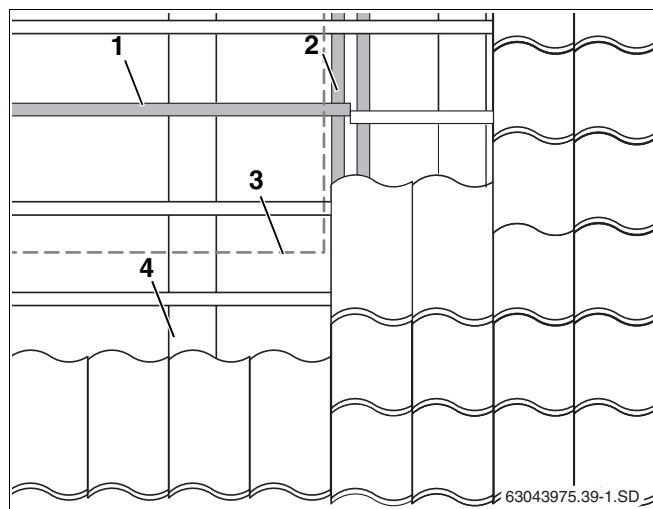

Fig. 13 Desplazamiento de listones de tejado en el área del campo de colectores
- Fije las juntas de los listones en los cabrios o realice una unión adecuada de las mismas, p. ej. asegurándolas mediante los listones existentes (fig. 9, **pos. 3** y fig. 13, **pos. 2**).
Si se necesita montar un listón de tejado adicional (fig. 13, **pos. 1**) en la posición ocupada por otro listón, debe desplazarse y fijarse de forma correspondiente el listón ya existente (fig. 13, **pos. 2**) en el área del campo de colectores (fig. 13, **pos. 3**).